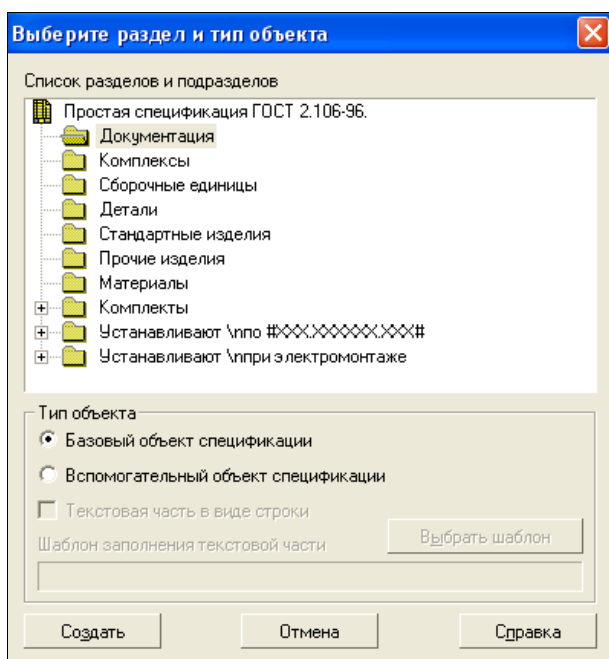

Рис. 14.21. Диалоговое окно Выберите раздел и тип объекта
- ◆ **Раздел** — вызывает диалоговое окно **Выберите раздел или тип объекта** (см. рис. 14.21) для выбора раздела спецификации;
- ◆ в Строке меню щелкните ЛК мыши по пункту **Спецификация**, а затем в выпадающем меню выберите пункт **Добавить объект** или нажмите кнопку **Добавить объект спецификации** на панели инструментов **Спецификация**. На экране появляется диалоговое окно **Выберите раздел и тип объекта** (рис. 14.21);